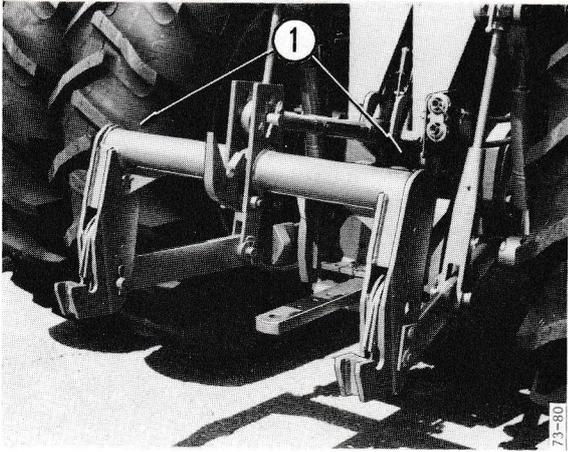

Figure 15 - Attelage avec coupleur rapide
- 1 - S'assurer que les poignées (figure 15) sont en position de verrouillage.